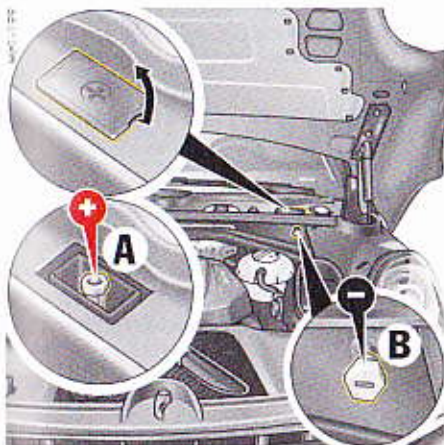

Fig. 32 : Bornes de la batterie
- ▶ Ne branchez jamais directement le câble moins d'assistance au démarrage (noir) à la batterie. Branchez toujours le câble moins d'assistance au démarrage (noir) au point de masse **B** (Fig. 32 à la page 71).